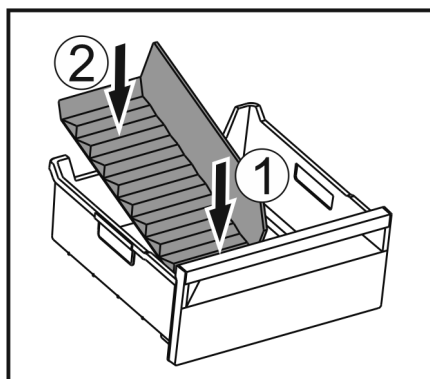

Fig. 98
- Vorderen Teil des Eisfach-Trenners einsetzen. Fig. 98 (1)
- Hinteren Teil des Eisfach-Trenners bis zum Schubfachboden absenken. Fig. 98 (2)